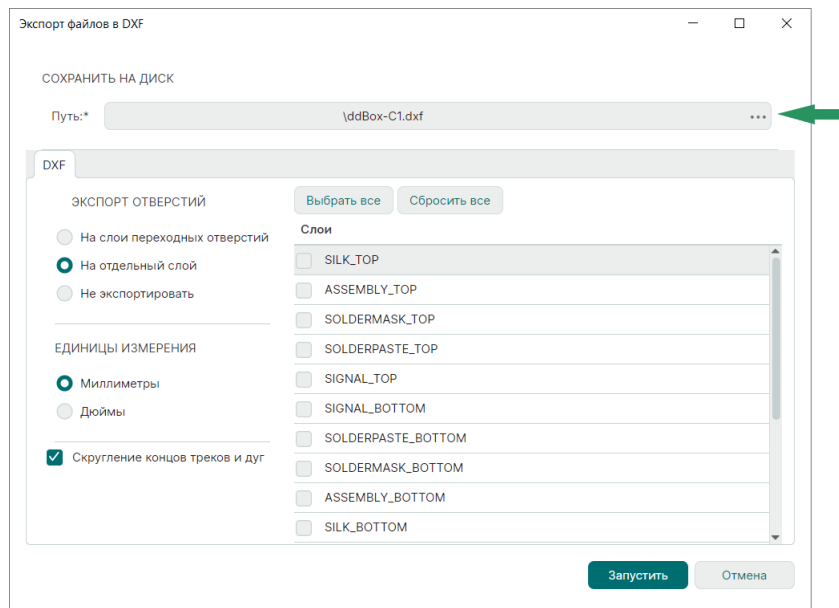

Рис. 116 Окно «Экспорт файлов в DXF»
1. В открывшемся окне «Экспорт файлов в DXF» укажите путь для сохранения файла в поле «Сохранить на диск» в строке «Путь:» с помощью кнопки **...**, см. Рис. 116.